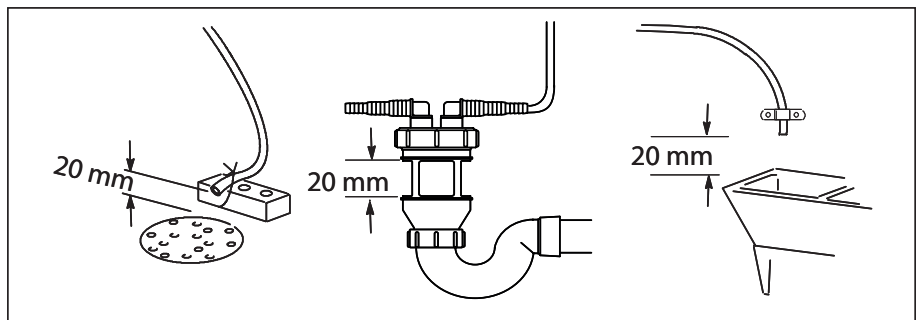

Fig. 4: Installation af afløb
- Mellem slangeenden og afløbet skal der være en luftspalte på 20 mm (se fig. 4) for at forhindre, at afløbsvand løber tilbage i blødgøringsanlægget.